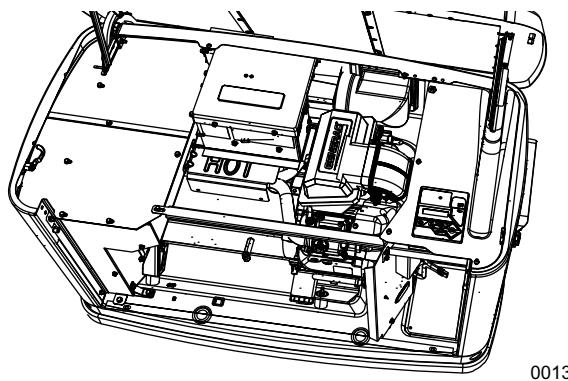

Figura 2-4. Inspección en busca de daños
7. Vea la **Figura 2-4**. Una vez que la tapa esté abierta, retire el tablero de acceso delantero levantándolo hacia arriba y afuera. También retire el panel negro, indicado por la flecha, sobre la parte superior de la zona de conexiones del cliente.